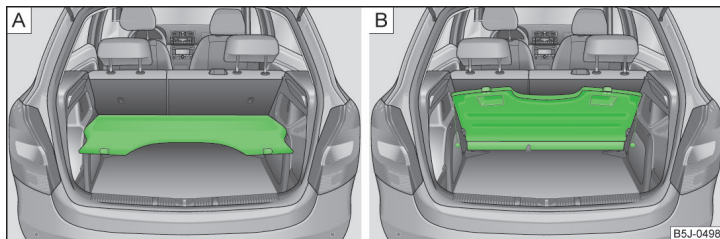

Abb. 65 Gepäckraumabdeckung: in der unteren Position / hinter den Rücksitzen verstaut
- In der unteren Position auf den Stützelementen » Abb. 65 - **A** » **!**.
- Hinter den Rücksitzen » Abb. 65 - **B**.
In dieser Position » Abb. 65 - **A** ist die Gepäckraumabdeckung zur Ablage von kleinen Gegenständen bis zu einem Gewicht von 2,5 kg vorgesehen.